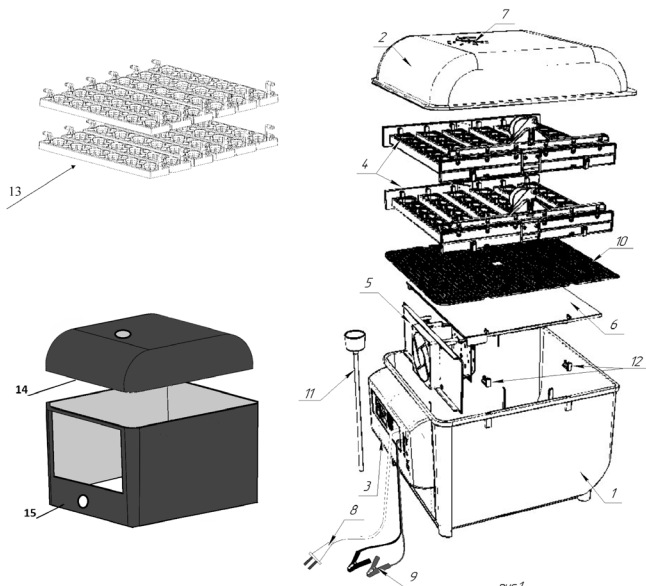

рис. 1
Внешний вид, устройство инкубатора и правильная очередность сборки изображены на рис. 1.
Блок вентилятора с нагревателем мощностью 80 Вт (поз. 5, рис. 1), работающего от сети 220 В ~, аварийного нагревателя 100 Вт, работающего от АКБ (аккумуляторной батареи) 12 В --- собраны на пластмассовой панели, которая установлена в пазах корпуса и может выниматься из корпуса для облегчения промывки корпуса после вывода птенцов.
Блоки лотков (поз. 4, рис. 1) для укладки яиц установлены в два яруса.
Верхний лоток устанавливается на четыре специальные съемные опоры (поз. 12, рис. 1) в корпусе, нижний – на специальные установочные места на экране (поз. 6, рис. 1).
7.1.5. Используя воронку, залить водой одну ванну под номером 1 или 6 (одну из крайних ванн на дне корпуса инкубатора). Вода должна быть дистиллированная или кипяченая. Температура воды $\approx 30 - 35^\circ\text{C}$. Воду необходимо доливать до верха ванны, не допуская перелива в соседнюю. В случае перелива в соседнюю влажность стабилизируется только после того, как разлитая вода испарится. Решетку поз. 10 рис. 1 на экран поз. 6 рис. 1 устанавливать не нужно, решетка потребуется на последнем этапе вывода. **В дальнейшем необходимо скорректировать влажность (см. п.п. 7.6) для вида выводимой птицы, руководствуясь справочниками по выведению.**